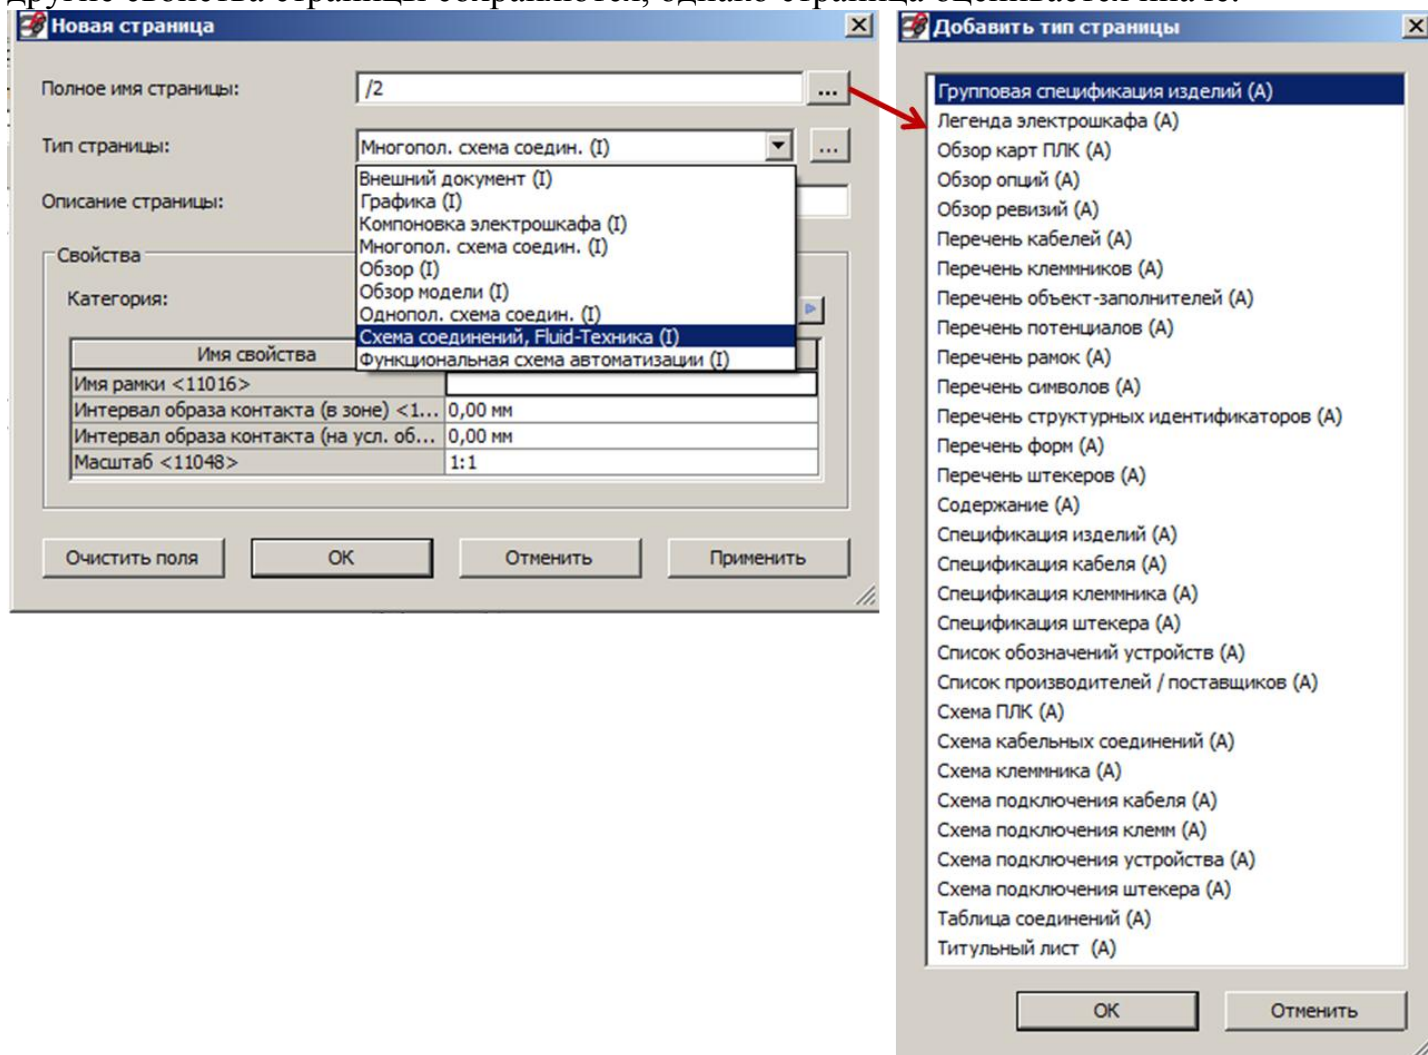

Рис.2.1.Выбор типа страницы
Графическая часть проекта реализуется через страницы. Каждая страница имеет определенный тип. *Типы страниц* задают способ их обработки средой Eplan и помогают структурировать проект. Тип страницы присваивается при создании страницы, однако позже его можно изменить (Рис.2.1). При смене типа страницы все другие свойства страницы сохраняются, однако страница оценивается иначе.
Страницы могут создаваться самим пользователем – **интерактивные страницы** (например, страницы схемы соединений или графические страницы), либо автоматически генерироваться при формировании отчёта – **автоматические страницы** (например, схемы клемм или схемы кабелей). При выборе типа страницы (Рис. 2.1), выводится информация о том, будет она "интерактивной" (**I**) или автоматической (**A**) (например, "Многопол. схема соедин. (I)", "Спецификация изделий (A)").